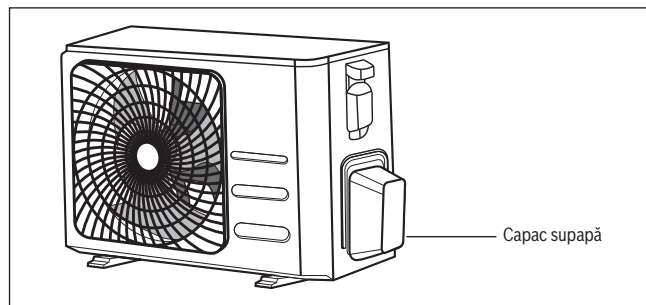

Fig. 36.
1. Deșurubați capacul de la supapa montată pe partea unității exterioare. (A se vedea **fig. 36**)